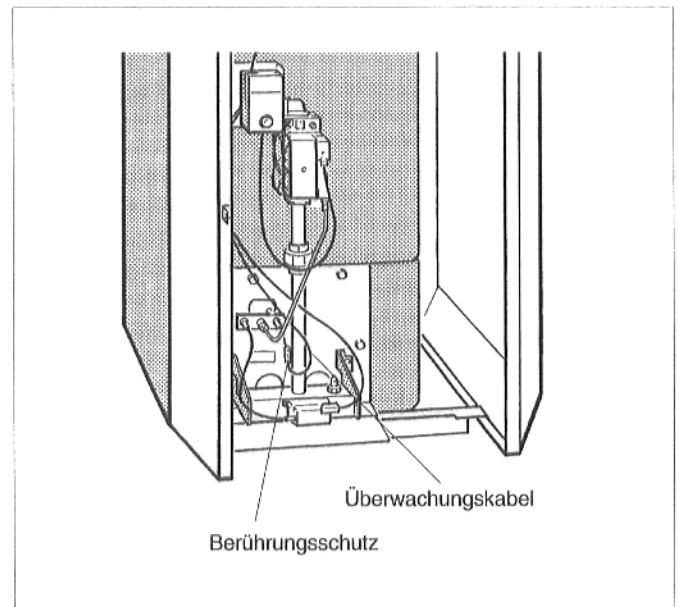

Abb. 27: Überwachungskabel
- Berührungsschutz am Überwachungskabel (Abb. 27) entfernen und Steckverbindung lösen.